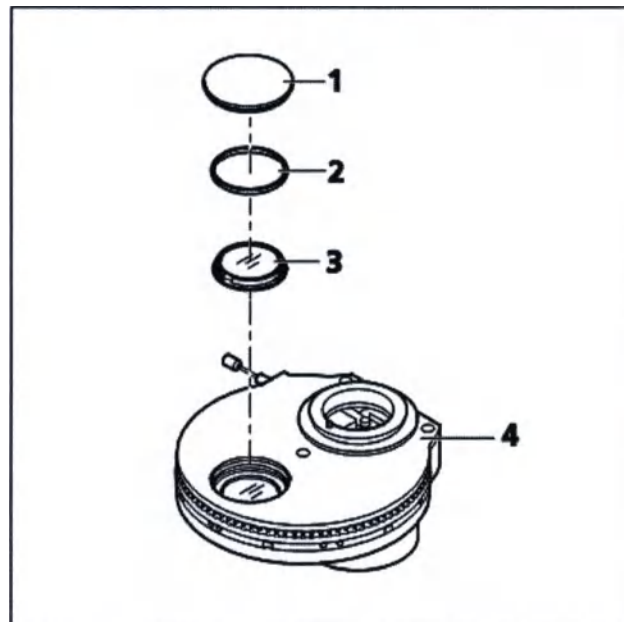

Рис. 33 Замена ДИК-призмы
- Снимите пластиковую крышку (рис. 33/1) с отверстия в конденсоре (рис. 33/4).
- Отвинтите стопорное кольцо (рис. 33/2) при помощи монтажной пластины, входящей в комплект.
- Переверните конденсор и дайте ДИК-призме (рис. 33/3) выскользнуть на мягкую поверхность.